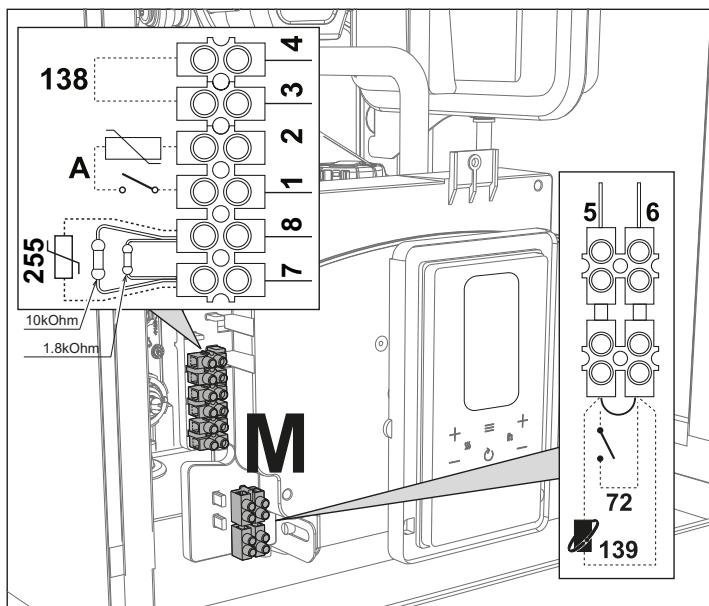

fig. 28
Tras quitar el panel frontal (*** 'Apertura del panel frontal' on page 100 ***), es posible acceder a las regletas de conexión (M) y al fusible (F) según las indicaciones siguientes (e fig. 28). **Los bornes indicados en la deben tener contactos secos (no 230V)**. La posición de los bornes para las diferentes conexiones también se ilustra en el esquema eléctrico de la fig. 65.
Configuración del interruptor ON/OFF (A fig. 28)